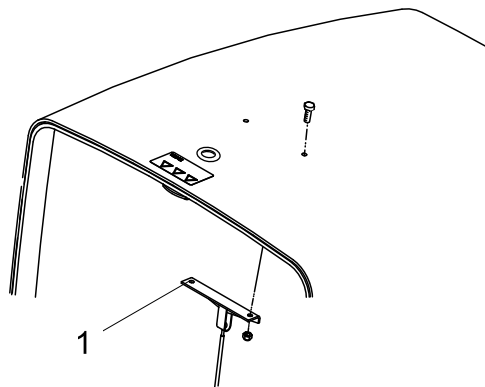

Figura 4
1. Togliete le due viti e i dadi che fissano la staffa del cavo del cofano alla parte inferiore del cofano, e scartatele (Figura 4).